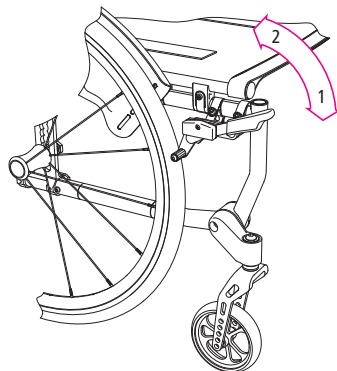

Abb.15
1. Durch Drücken des Hebels nach vorne/unten wird die Feststellbremse arretiert (1, Abb.15). Die Bremse rastet in dieser Position ein.
2. Durch Ziehen des Hebels nach oben wird die Bremse wieder gelöst (2, Abb.15).